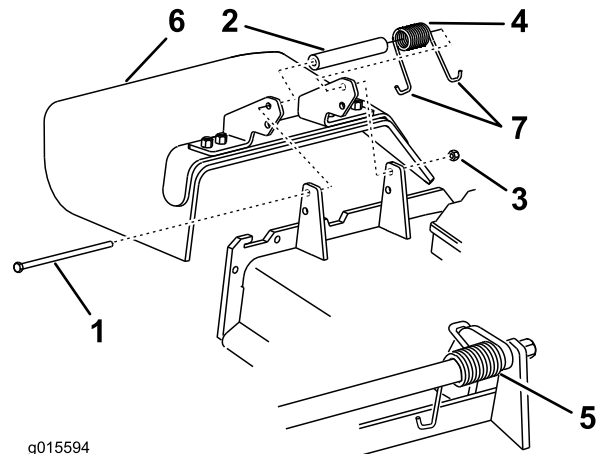

Bild 87
1. Entfernen Sie die Sicherungsmutter, Schraube, Feder und das Distanzstück, mit denen das Ablenkblech an den Drehhalterungen befestigt ist (Bild 87). Entfernen Sie defekte oder abgenutzte Ablenkbleche.
Hinweis: Achten Sie darauf, dass ein J-förmiges Federende hinter der Mähwerk-kante installiert wird, bevor Sie die Schraube wie in Bild 87 gezeigt einsetzen.
3. Setzen Sie Schraube und Mutter ein. Führen Sie ein J-förmiges Hakenende der Feder um das Ablenkblech (Bild 87).